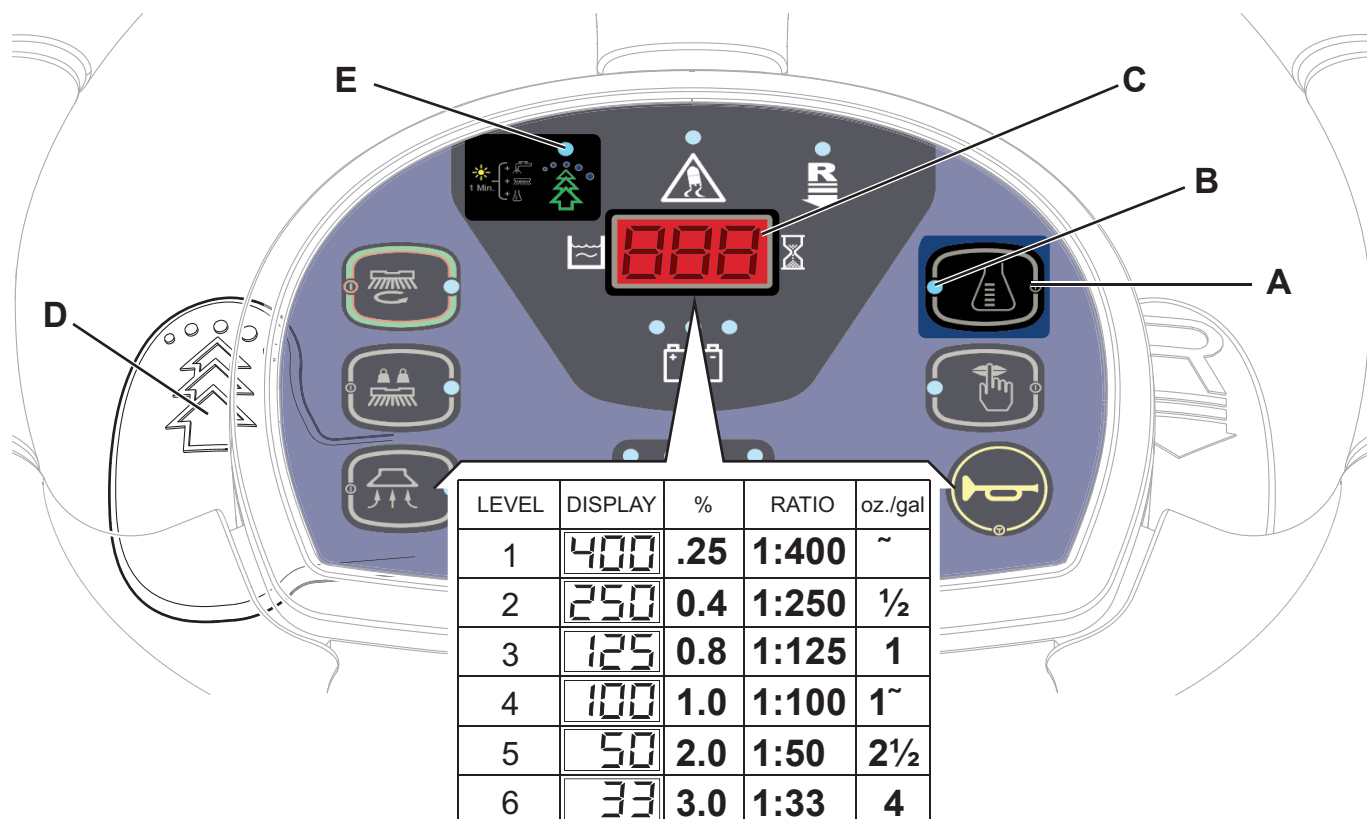

Figura 4
1. Opriti butonul comenzii de debit pentru detergent (A) (LED-ul (B) trebuie să fie STINS).
2. Apăsati și țineți apăsat întrerupătorul comenzii de debit pentru detergent (A) până când LED-ul (B) luminează intermitent.
3. Eliberați butonul (A). Apăsati-l din nou pentru o perioadă scurtă de timp pentru a trece la următorul nivel ilustrat pe afișajul (C), în tabelul din Figura 4; repetați procedeul până când este obținută setarea dorită.
4. Așteptați până când LED-ul (B) nu mai luminează intermitent: nivelul nou este setat acum.